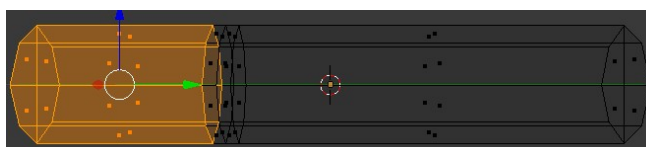

Figura 6: Seleção do cabo da faca.
- Seleccionar todas as faces do cabo da faca (**Tecla C + Botão esquerdo do rato**), conforme se pode ver na figura 6;